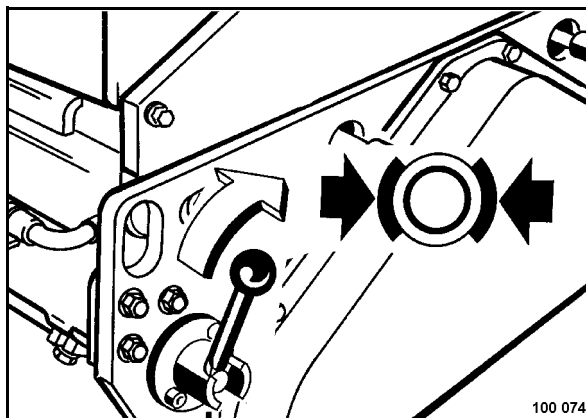

Рис. 45
- Вытянуть приводной рычаг (Рис. 45) и ввести его в зацепление вправо к символу «стояночный тормоз замкнут».